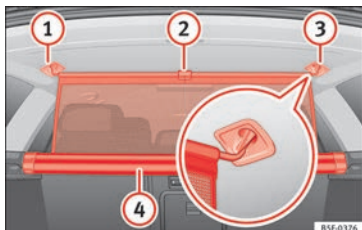

Fig. 124 En el maletero: enganchar la red de separación.
- Tire hacia arriba de la lengüeta » **fig. 124** ② para sacar la red de la carcasa ④.
- Enganche la red de separación en el lado derecho ③ (imagen ampliada).
- Enganche la red de separación en el alojamiento del lado izquierdo ① estirando la barra.